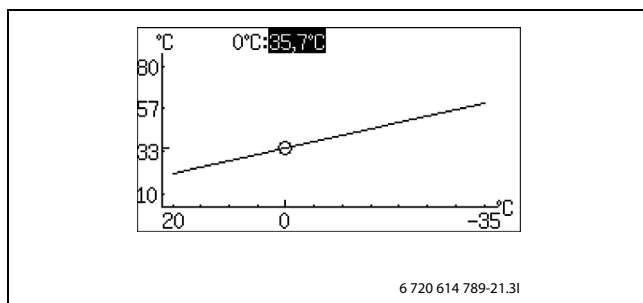

Bild 25
- Vrid ratten när fyrkanten är markerad tills 0 °C är markerad (→ Bild 25).